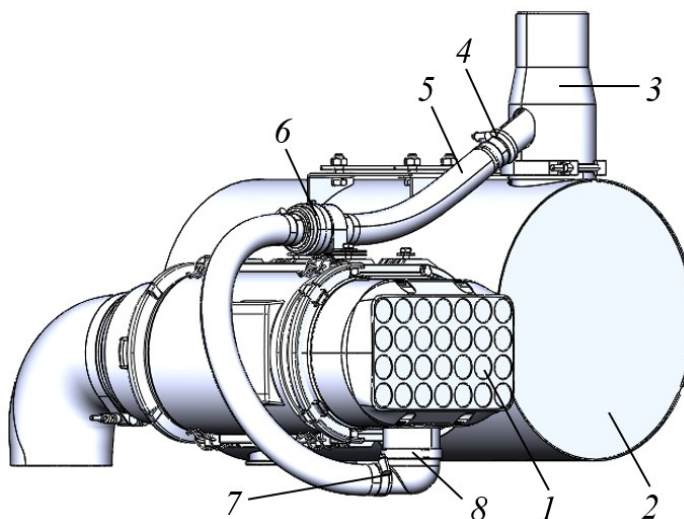

Рисунок 5.36. Эжекционная система очистки воздуха
Система (см. рис. 5.36) предназначена для удаления крупных частиц пыли, грязи или песка, попавшего в корпус фильтра и осевшего в нижней его части перед основным воздушным фильтром. Система эжекции с корпусом фильтра по Типу 1 идентична.
- ▶ Ослабить червячные хомуты 4 и 7 рис. 5.36.